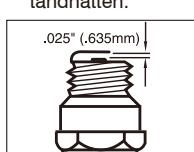

Fig. 18
1. Tändstiftets elektrodavstånd = 0,635 mm (Fig. 18).